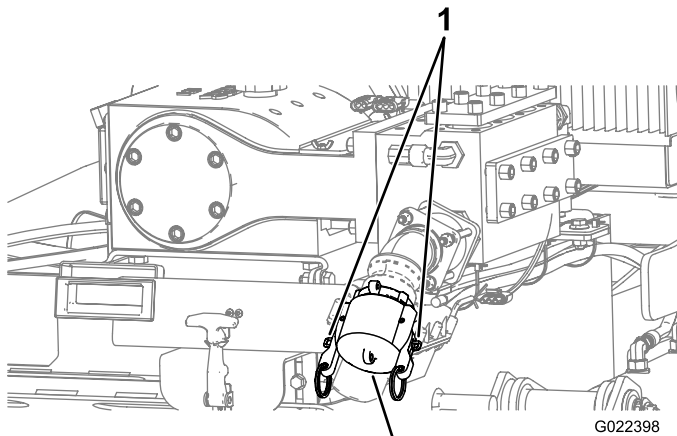

Figura 83
1. Levante las palancas de leva del tapón de entrada de la bomba, y retire el tapón (Figura 83).